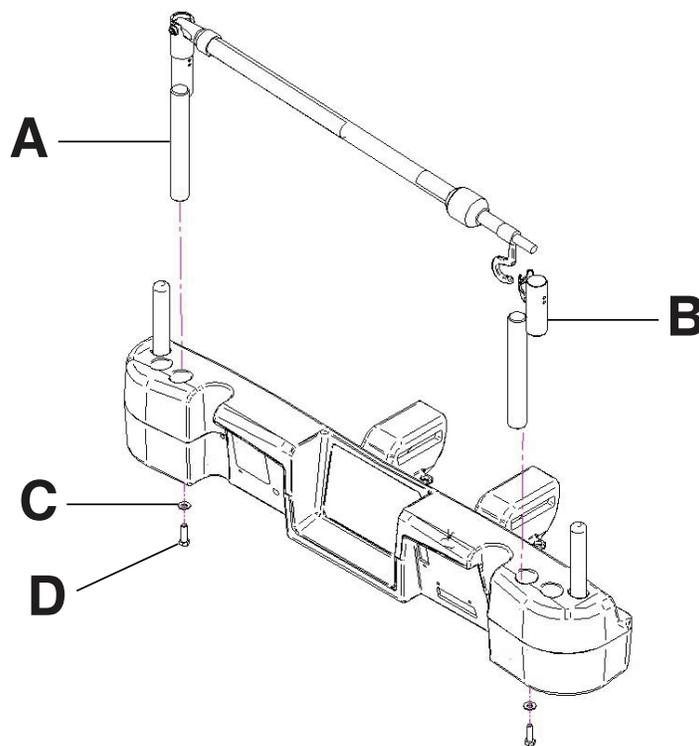

Figure 119 : Support de perfusion à deux positions (côté gauche illustré)
1. À l'aide de la clé à cliquet de 3/8 po. et de la douille de 1/2 po., installer une rondelle (C) et un boulon (D) pour fixer le support de perfusion dans le logement situé du côté tête du produit (A) (Figure 119 à la page 113).
2. À l'aide de la clé à cliquet de 3/8 po. et de la douille de 1/2 po., installer une rondelle (C) et un boulon (D) pour fixer le support de perfusion dans le logement situé du côté tête du produit (B) (Figure 119 à la page 113).